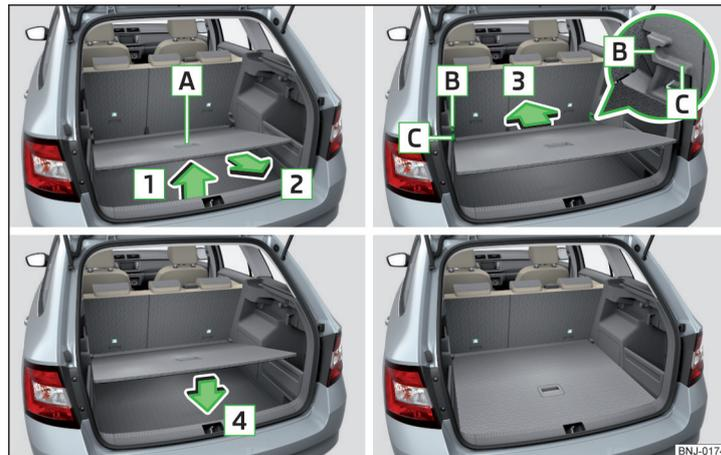

Fig. 91 Régler le plancher de chargement variable en position supérieure
- Saisir le plancher de chargement variable par la poignée **A** » fig. 91.